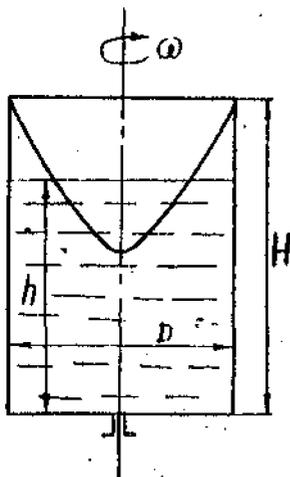

Рис.1.
2. Цилиндрический сосуд диаметром D и высотой H , наполненный на $2/3$ высоты водой, вращается вокруг вертикальной оси. Определить максимальную частоту вращения сосуда, при которой вода не выливается из него /рис.1/. Составить уравнение свободной поверхности жидкости.